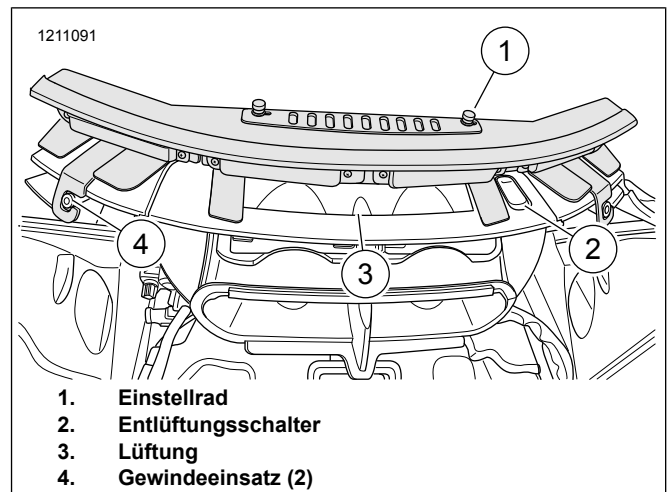

Abbildung 6. Platzierung der Leuchte
6. Siehe Abbildung 6. Sicherstellen, dass sich der Entlüftungsschalter (2) in der geöffneten Stellung befindet.
7. Die Leuchte mit den Rändelrädern (1) nach oben über der Lüftung (3) positionieren.
8. Die linke und rechte Befestigungshalterung auf den Gewindeeinsatz (4) ausrichten.